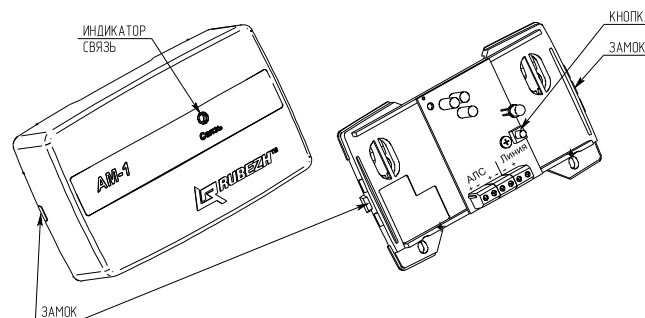

Рисунок 1
5.2 Адресная метка представляет собой конструкцию (см. рисунок 1), состоящую из корпуса, внутри которого размещена плата с радиоэлементами, обеспечивающая обработку сигналов с линии связи. На плате установлены клеммные контакты для подключения адресной метки к АЛС и для подключения линии связи с устройствами.
7.3 Для получения адреса адресной метки необходимо выбрать пункт «конфигурация» («настройка») => «сервис» => «адресация устройства» и нажать кнопку (см.рисунок 1) на адресной метке.